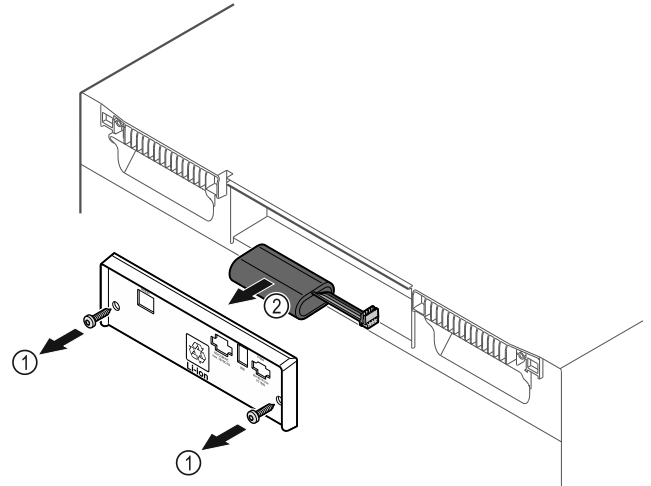

Fig. 180
- ▶ Викрутити гвинти і зняти кожух на задньому боці пристрою Fig. 180 (1).
- ▶ Батарею від'єднати та вийняти Fig. 180 (2).